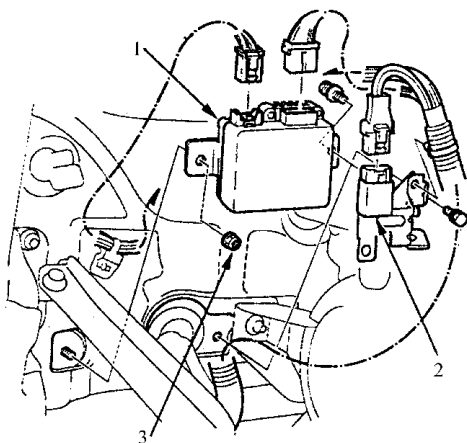

图 7-37 拆卸电动机继电器
- 3) 如图 7-37 所示，拆卸电动机继电器，断开 4P 插接器。